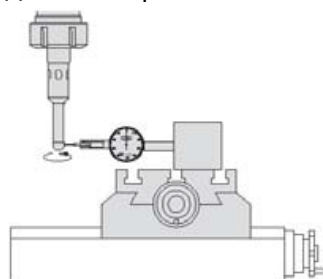

Рис.5.
- надежно закрепите кромкоискатель вместо рабочего инструмента и проведите юстировку: отклонение не должно превышать 0.005 мм (Рис.5);